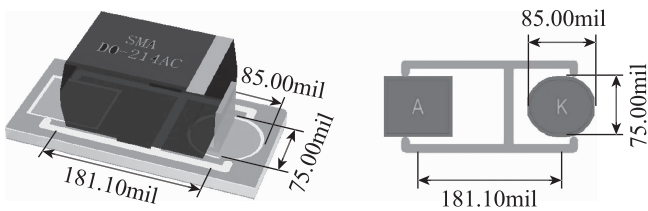

图 1-65 贴片二极管外形尺寸、封装规格
(5) 常用表面贴装二极管外形尺寸及封装规格，如图 1-65 所示。